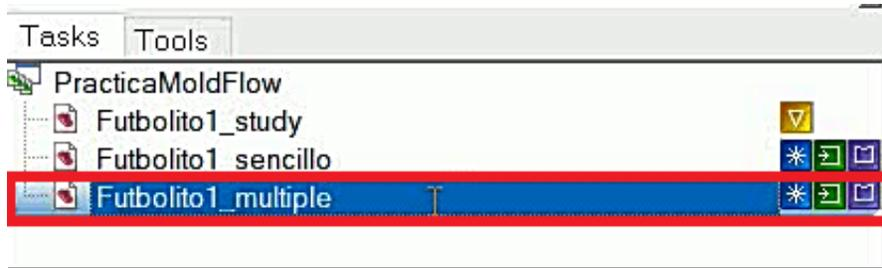

Figura 6.38 Cambiar el nombre del archivo.
- Renombrar el archivo como **Futbolito1_multiple** (Figura 6.38).